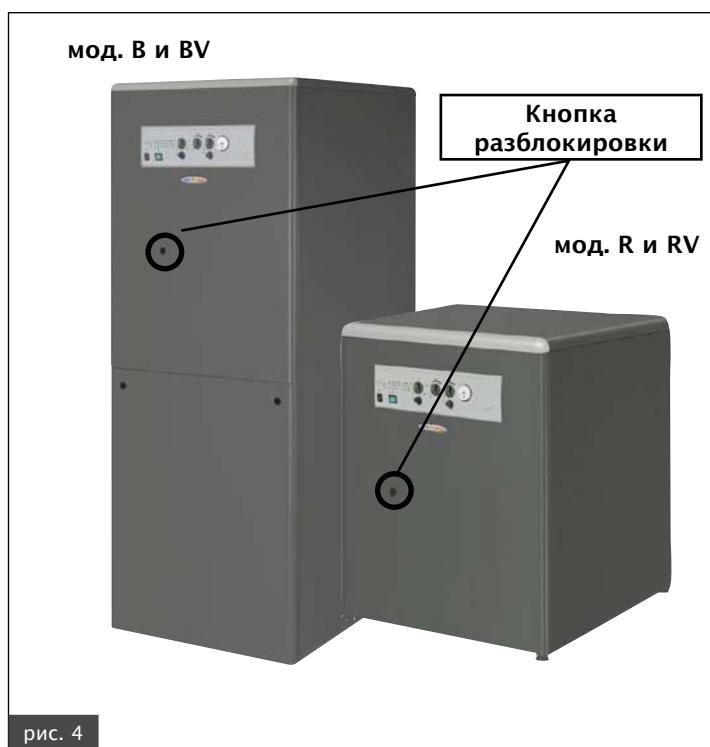

рис. 4
Когда при работе горелки создаются аномальные условия, котел автоматически блокируется и загорается индикатор 1 панели управления (рис. 1) и красная кнопка разблокировки горелка (рис. 4).
- убедившись в поступлении газа, разблокируйте горелку нажатием кнопки разблокировки (горит красный цвет) (рис. 4). Если котел не включается и снова блокируется при третьей попытке, следует обратиться в Аккредитованный Сервисный Центр или к квалифицированному специалисту.